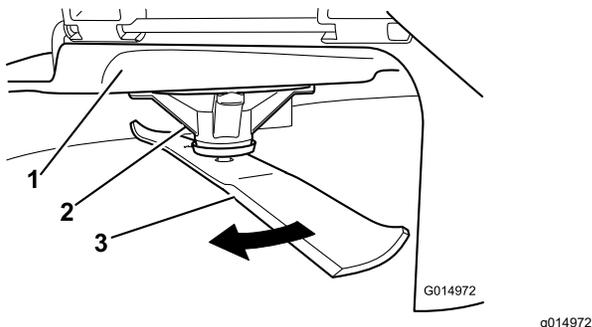

Рисунок 66
- Используя толстые перчатки или другие подходящие средства защиты рук, медленно поверните нож в положение, позволяющее измерить расстояние от режущей кромки до уровня горизонтальной поверхности, на которой стоит машина (Рисунок 66).